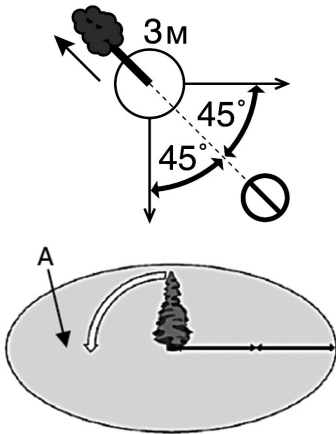

Рис. 9 Зона безопасности при валке дерева
4. Должен быть безопасный путь отхода. Путь отхода должен быть направлен по диагонали в сторону, противоположную направлению падения, под углом 45 градусов, необходимо отойти минимум на 3 метра от ствола, на тот случай, если во время падения комель дерева отскочит в сторону. Зона безопасности (А) должна быть не менее 2½ высоты дерева (Рис. 9).
*Ни в коем случае не допиливать до конца недопил 3 (Рис. 9), так как при этом невозможно контролировать направление падения дерева.*